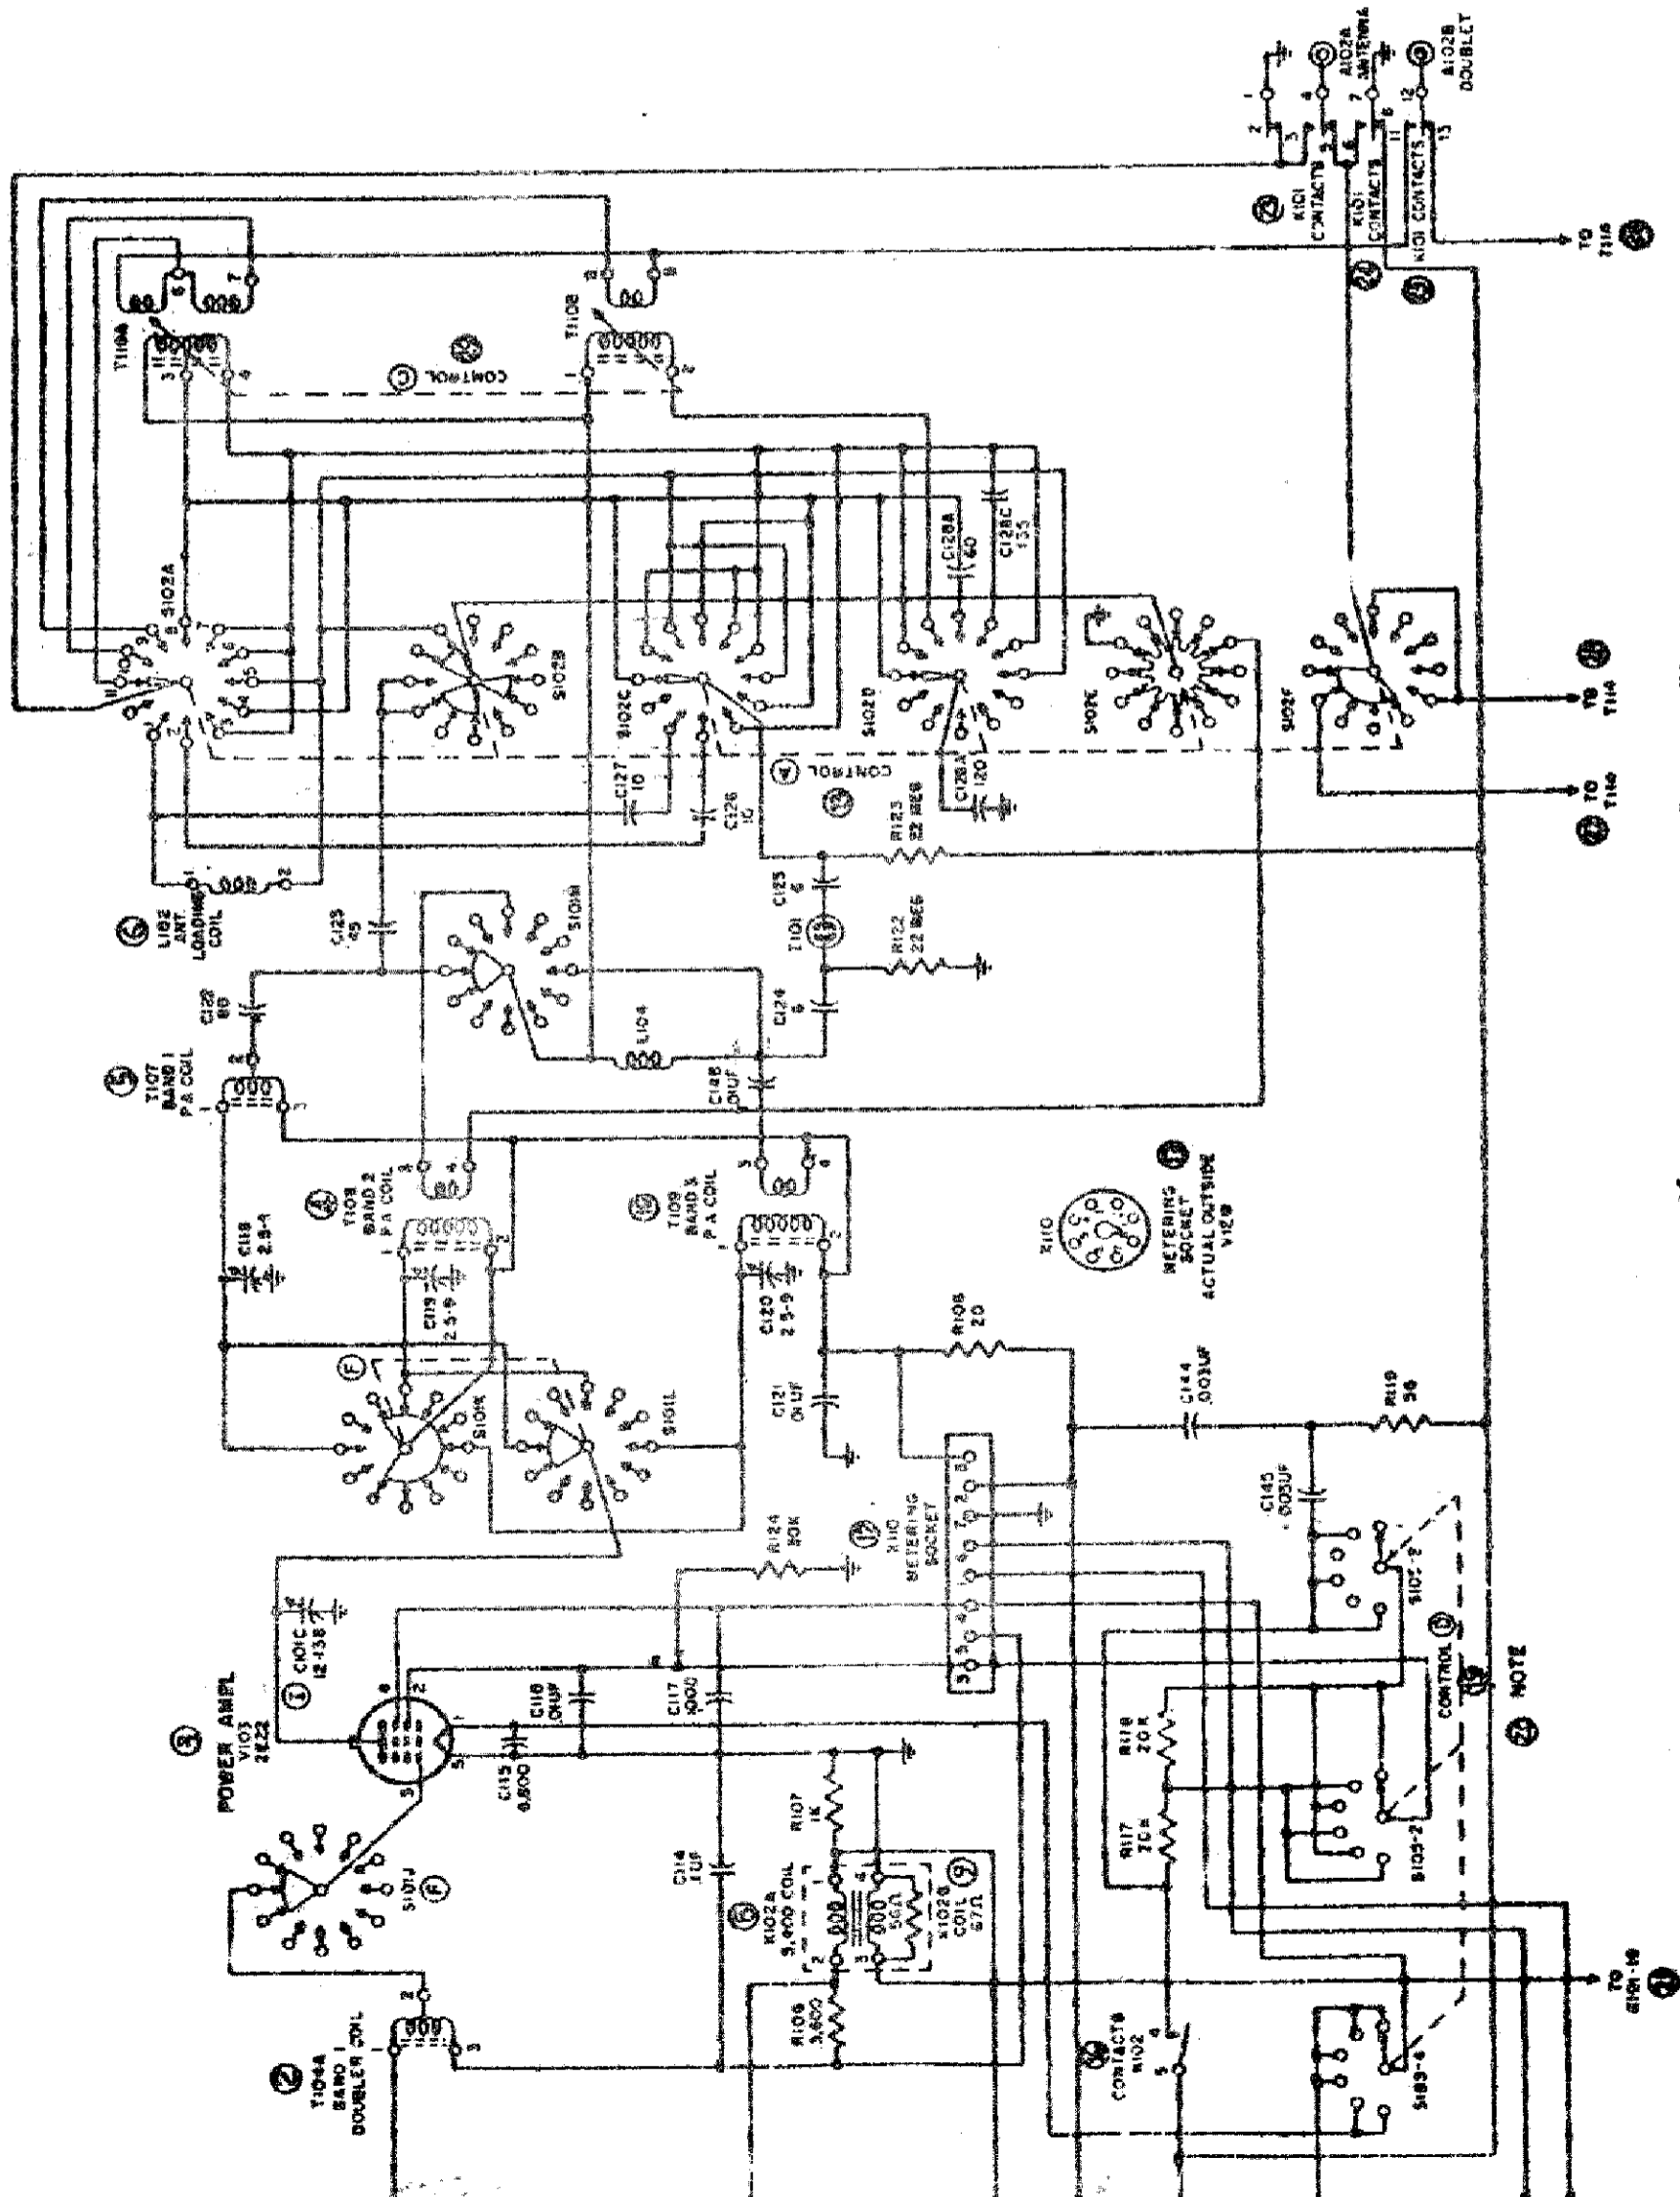

Fig. 26 - Schema amplificatore di potenza - Schema amplificatore.
4- Stadio amplificatore di potenza V103, valvola tipo 2E22 (fig. 26).
i. CIRCUITO DI PLACCA (fig.26). — Il segnale dalla placca della V103 entra nel commutatore selettore delle bobine S101L. A secondo della banda desiderata, le bobine impegnate possono essere la T107, la T108 o la T109. Il condensatore C101C, coassiale ad altre sezioni variabili, sintonizza la bobina impiegata. Il commutatore S101K cortocircuita invece le bobine non impiegate. Considerata la banda α , il condensatore C118 è il trimmer di taratura. L'estremità inferiore di ogni bobina è collegata alla resistenza R108 e da questa alla sorgente di alimentazione a 500 volt (fig. 26). Ai capi della R108 vi sono due fili che si collegano allo zoccolo delle misure per cui si può controllare la corrente di placca. Il condensatore C121 è il bypass della R108 e chiude a massa l'estremità inferiore delle bobine T107, T108 e T109 per quanto riguarda la R.F.